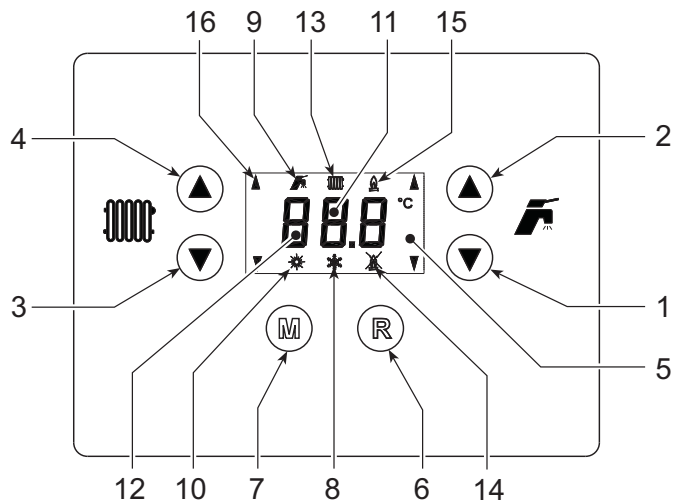
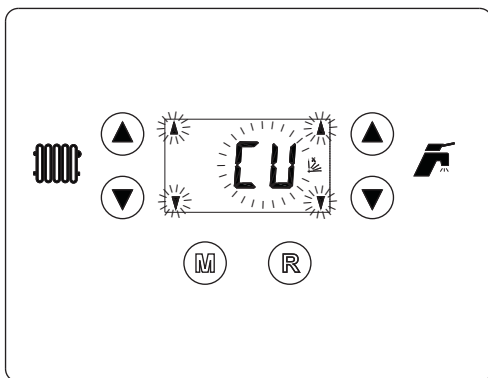
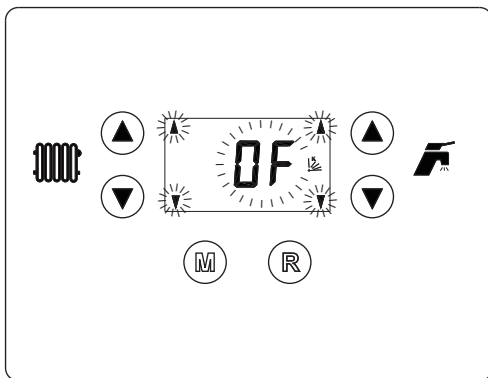
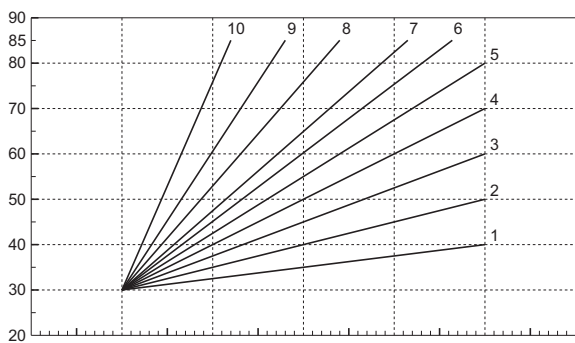

рис. 1 - Панель управления
рис. 11 - Кривая компенсации
рис. 12 - Параллельное изменение кривых
рис. 13 - Кривые погодозависимого регулирования
О поступлении команды на включение отопления от комнатного термостата или от пульта ДУ с таймером предупреждает загорание индикатора радиатора (поз. 13 - рис. 1).
О поступлении команды на включение бойлера предупреждает редуцирует загорание индикатора крана (поз. 9 - рис. 1).
При включенной системе нагрева воды в бойлере (заводская установка) на дисплее отображается символ режима Comfort (поз. 12 - рис. 1). Бойлер может быть включен/выключен пользователем, выбрав соответствующую позицию в меню выбора.
Нажмите клавишу **(M)** (поз. 7 - рис. 1). На дисплее высвечивается текущий режим, который может быть изменен с помощью кнопок (поз. 1 и 2 -) системы ГВС:рис. 1 выберите ECO (Экономический) или CON (Комфорт) и подтвердите выбор нажатием кнопки **(M)** (поз. 7 - рис. 1).
Нажмите клавишу **(M)** (поз. 7 - рис. 1) в течение 5 секунд.
Для повторного включения котла снова нажмите кнопку **(M)** (поз. 7 рис. 1) в течение 5 секунд.
Нажмите клавишу **(R)** (поз. 6 - рис. 1) в течение 1 секунды.
На дисплее высвечивается символ "Лето" (поз. 10 - рис. 1): При этом котел будет вырабатывать только воду для ГВС. Остается активной система антизамерзания.
Для выключения режима "Лето" вновь нажмите клавишу **(R)** (дет. 6 - рис. 1) в течение 1 секунды.
Используйте клавиши (поз. 3 и 4 - рис. 1) для регулировки температуры воды в системе отопления в пределах от 30°C до 85°C; однако, не рекомендуется эксплуатировать котел при температуре ниже 45°C.
Температура рис. 1в системе ГВС регулируется в пределах от 10°C до 65°C с помощью клавиш (поз. 1 и 2 -).
В режиме плавающей температуры величина, заданная с помощью кнопок регулировки температуре в системе отопления рис. 1 (поз. 3 и 4 -), становится максимальной температурой воды, подаваемой в систему отопления. Рекомендуется устанавливать максимальное значение заданной температуры с тем, чтобы позволить системе регулировать изменение температуре во всем диапазоне значений.
При нажатии клавиши **(R)** (поз. 6 - рис. 1) в течение 5 секунд получается доступ к меню "Плавающая температура"; на дисплее отображается "CU" мигающим свечением рис. 11().
Используйте клавиши (аоз. 1 и 2 - рис. 1) для изменения конфигурации кривой в пределах от 1 до 10 в зависимости от характеристики (рис. 13). При задании значения 0 функция регулировки в режиме плавающей температуры исключается.
При нажатии клавиш (поз. 3 и 4 - рис. 1) получается доступ в режим параллельного изменения кривых; на дисплее отображается "OF" мигающим свечением (рис. 12). Используйте клавиши (поз. 1 и 2 - рис. 1) для параллельного изменения кривых в соответствии с характеристикой (рис. 14).
При повторном нажатии клавиши **(R)** (поз. 6 - рис. 1) в течение 5 секунд осуществляется выход из меню "Плавающая температура".
Выбор режимов ECO/COMFORT	При отключении режима ГВС с пульта ДУ котел устанавливается в режим "Ecooptmty". В этих условиях кнопка (M) (поз. 7 - рис. 1) на панели котла отключена. При включении режима ГВС с устройства ДУ с таймером котел устанавливается в режим COMFORT. В этих условиях с помощью кнопки (M) (поз. 7 - рис. 1) на панели управления котла можно выбрать любой из этих двух режимов.